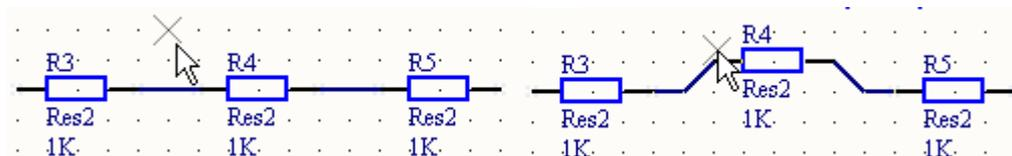

图 3-45 元件的拖拽
- 【Drag】拖拽：保持元件之间的电气连接不变移动元件位置，如图 3-45，选取该命令后，光标上浮动着‘×’形光标，然后就可以拖动元件保持电气连接移动了，拖拽完成后点击鼠标右键退出拖拽状态。其实拖拽器件最简单的方法就是按住【Ctrl】键的同时用鼠标拖动器件，实现不断线拖拽。